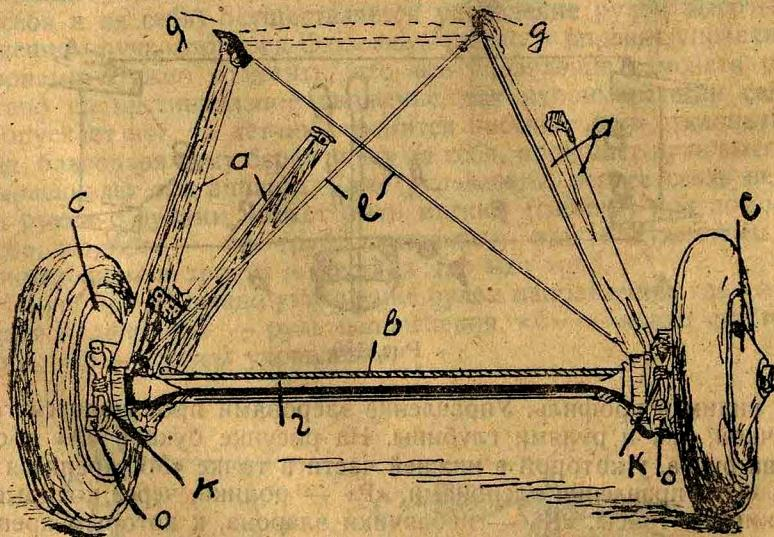
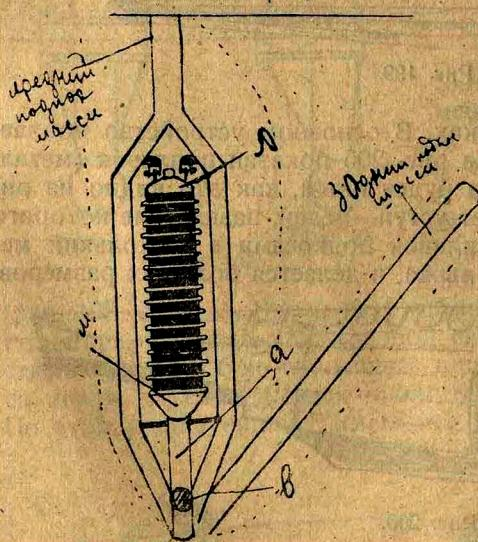

Рис. 191.
Рис. 201.
1) подкосов или стоек «А» (рис. 191), верхние части которых крепятся к нижним лонжеронам фюзеляжа «Д» или крыла;
- 1) шасси с целой осью (рис. 191);
новая амортизация в виде шнура, состоящего из пучка тонких резиновых нитей, заключенных в обмотку из ниток. Намотка такого амортизатора показана на рис. 191. Другой вид резиновой амортизации, где резина взята в виде подушек, показан на рис. 201. На трубу «А» надеты резиновые круглые подушки, разделенные между собой алюминиевой прокладкой. Труба с резинами заключена между двумя металлическими пластинами. Верхняя из них «Л» имеет отверстие, через которое проходит труба «А», а нижняя «М» прикреплена жестко к трубе «А», которая нижней своей частью крепится к полуоси шасси. При посадке или взлете удар через ось передается на трубу, которая будет нажимать на нижнюю пластину «М», сжимая этим подушки резины между верхней и нижней металлическими пластинами. Весь амортизатор заключается в обтекатель (на рисунке показано пунктиром) для уменьшения лобового сопротивления. Такой амортизатор (подушечный) будет работать только на сжатие, тогда как амортизатор из шнура работает только на растяжение.